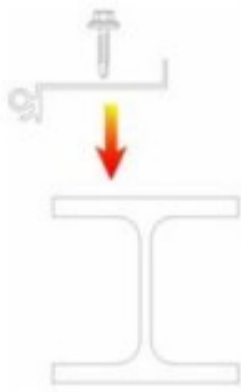

Fig. 3a
3) En caso de colocar perfiles laterales de POLYÙ, se fijará primeramente el perfil inferior F/35 y seguidamente se insertará el perfil superior móvil – F/34 (para montante de Ø 34mm ó montante cuadrado) o el perfil F/38 (para montantes de Ø 55 mm) – Figs. 3a, 3b y 3c.